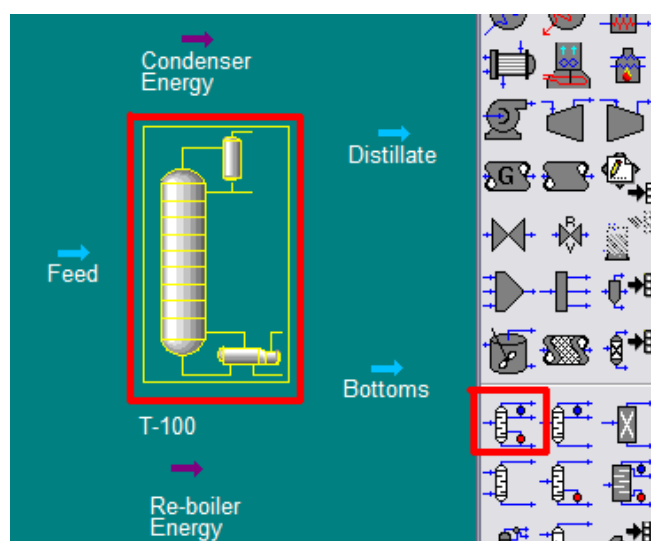

Fig.VII.1
**Fluid Package** Peng-Robinson (PR)
- A partir de la palette des objets, installer 3 courants de matière (les nommés **Feed**, **distillate** et **Bottoms**) et 2 courants d'énergie (les nommés **Condenser Energy** et **Re-boiler Energy**) → Fig. VII.1,
- Installer une colonne de distillation « **distillation column** » à partir de la palette des objets → Fig. VII.1,
- A partir de la palette des objets, installer 4 courants de matière (les nommés **Gaz in**, **Solvant in**, **gas out** et **liquid out**) → Fig. VII.1,